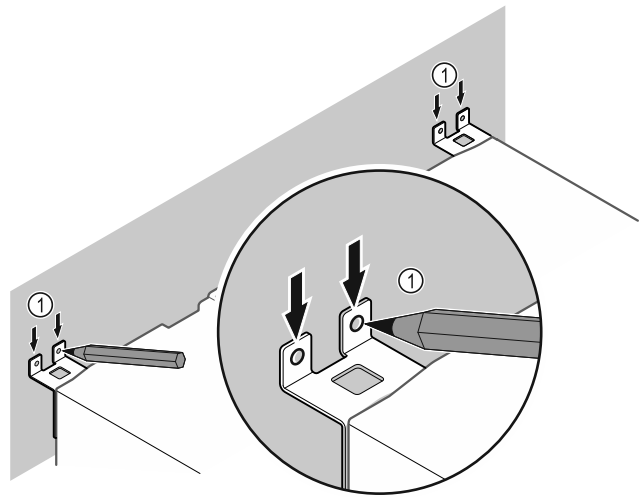

Fig. 11
- ▶ Tee seinään merkit Fig. 11 (1).